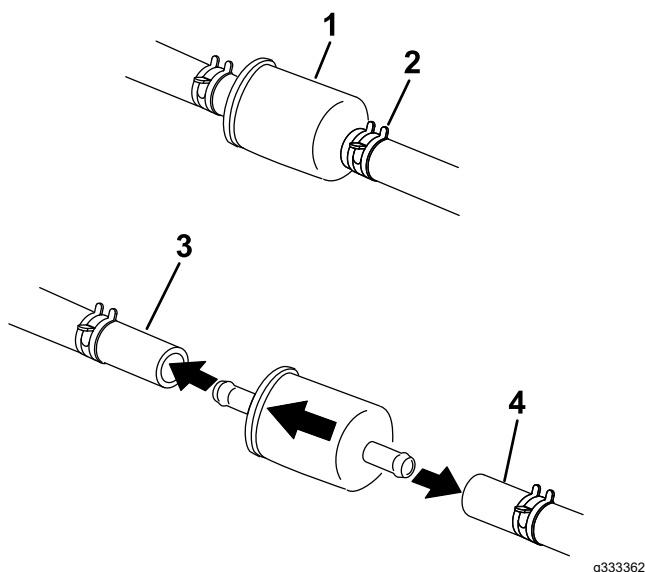

Figure 56
4. Fermez le robinet d'arrivée de carburant sous le siège (Figure 56).
5. Pincez les extrémités des colliers et éloignez les colliers du filtre (Figure 56).
7. Posez un filtre neuf et rapprochez les colliers de fixation du filtre (Figure 56).